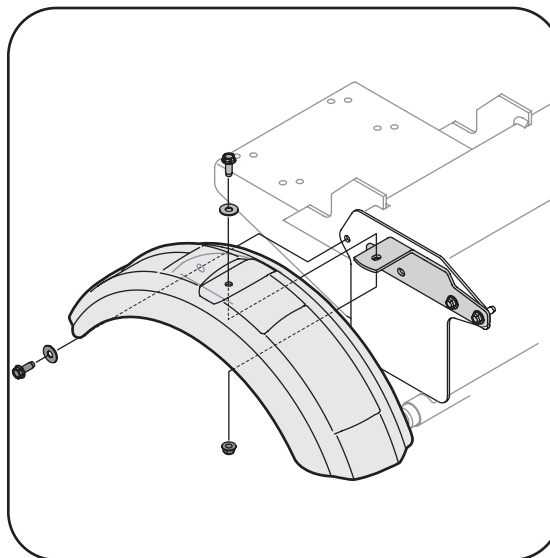

Figura 3-4
1. Retire los tornillos autorroscantes y las arandelas planas del lateral del tanque. Vea la Figura 3-4.